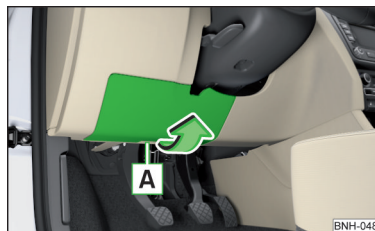

Abb. 183
- Die Abdeckung des Sicherungskastens im Bereich **A** fassen und in Pfeilrichtung abnehmen » Abb. 183.